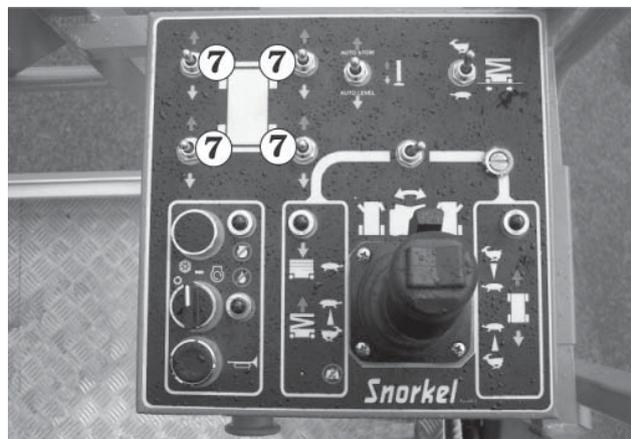

Abb. 8.24
2. Die **Stabilisatoren-Schalter** ⑦ nach vorne drücken und halten, bis alle vier Stabilisatoren komplett oben sind (siehe Abb. 8.24).